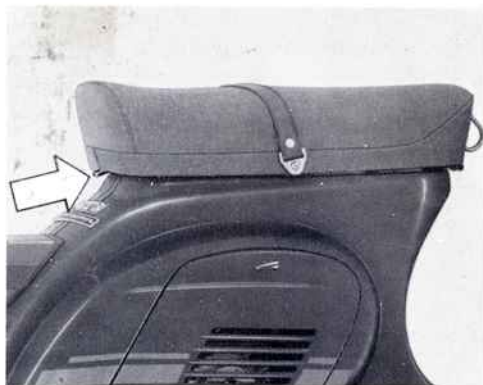
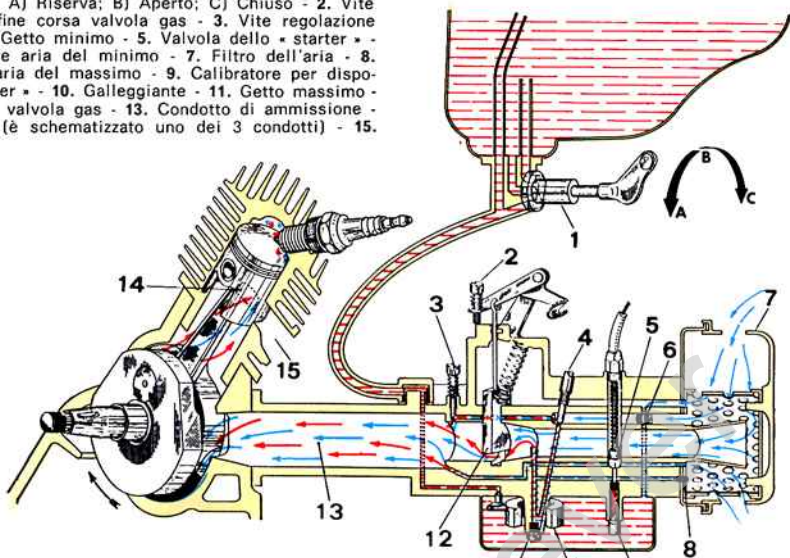
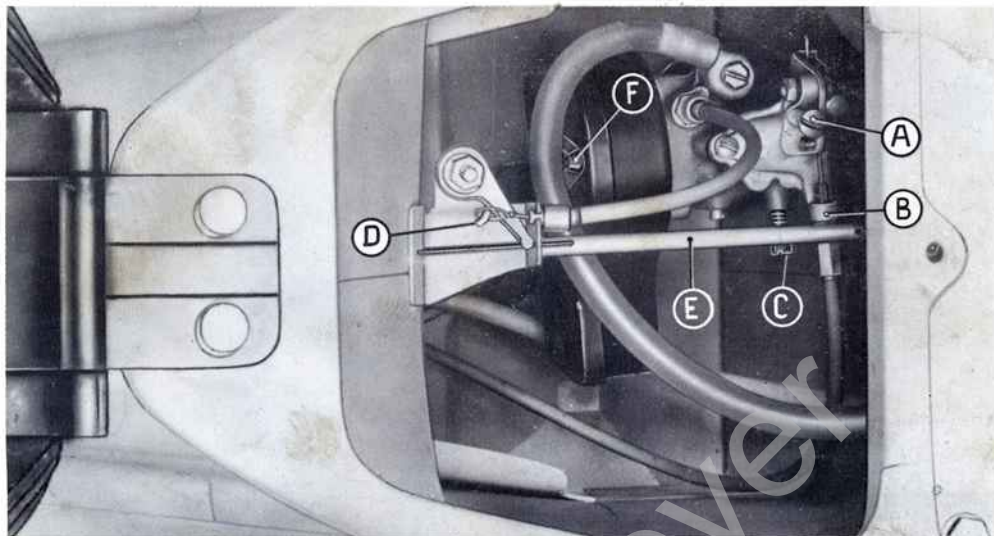

Fig. 5 - Ribaltamento sella per accesso al tappo serbat. e sacca porta attrezzi.
Fig. 9 - Schema dell'alimentazione e distribuzione
Fig. 12 - Come accedere al depuratore aria e al carburatore (ved. norme a pag. 20-22)
*AVVERTENZA - Per accedere alla sacca porta attrezzi è necessario ribaltare la sella (ved. fig. 5).*
Per accedere al tappo del serbatoio e alla sacca porta attrezzi, ribaltare la sella in avanti sganciandone il fissaggio posteriore indicato con freccia in fig. 5.
**Per regolare il minimo**, avvitarre o svitare la vite n. 2 di fig. 9 (vite indicata anche con la lettera «A» in fig. 12). Sul corpo del carburatore è applicato il registro a vite per la regolazione del gioco sulla trasmissione comando gas («B» in fig. 12): effettuare la regolazione **solo in caso di necessità** o di smontaggi e rimontaggi.
Sul carburatore vi è anche una vite con molla che parzializza il condotto del minimo (fig. 9, n. 3 e fig. 12 «C»). Per non influire sul funzionamento del motore ai bassi regimi, **non è consigliabile per il cliente** modificare la posizione di detta vite; in caso di ne-
Ribaltare la sella (fig. 5), togliere la sacca porta-attrezzi, distaccare l'occhiello del cavetto comando starter («D» in fig. 12) e smontare l'asta del rubinetto (in fig. 12 è visibile lo stelo «E»), svitare i dadi «a gallet-
to » « F » (fig. 12) di fissaggio del filtro aria ed estrarlo.